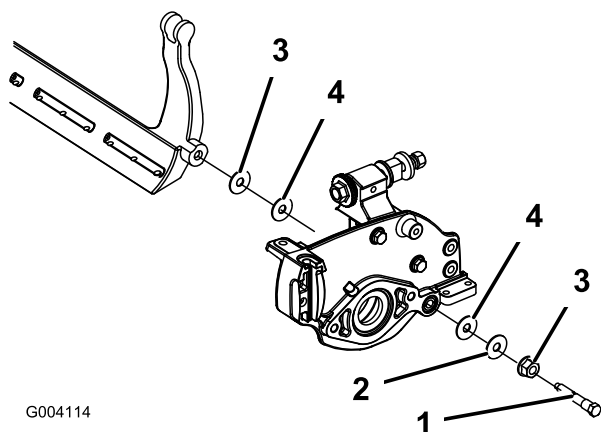

Figura 59
4. Remova cada uma das cavilhas da barra de apoio, de modo a permitir puxá-la e retirá-la da máquina. Guarde as duas anilhas de nylon e as duas anilhas de aço prensado de cada uma das extremidades da barra de apoio (Figura 59).